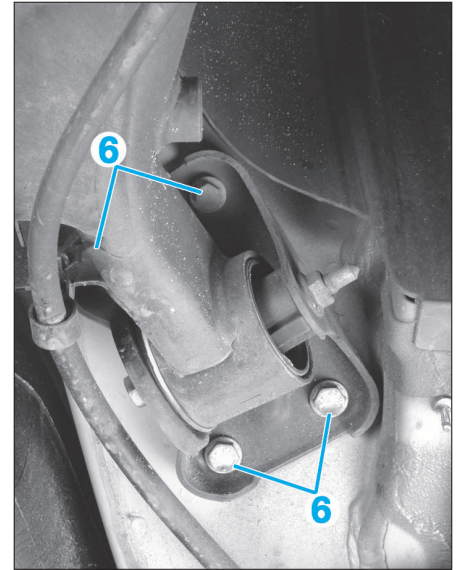

FIG. 49
- Déposer les vis (6) (de chaque côté) (Fig.49).